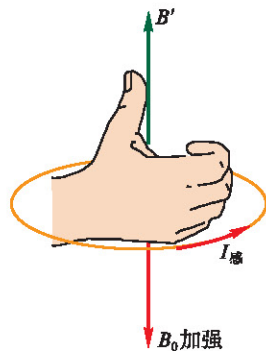

图 1-4-5 感应电流方向的判定
4. 用安培定则(图 1-4-5)判断能够形成上述磁场  $B'$  的感应电流的方向.